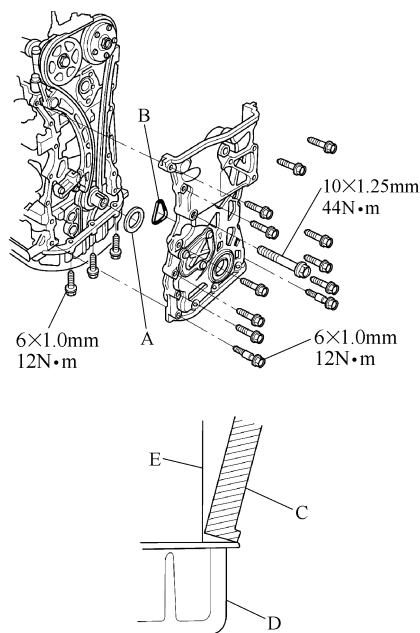

图 2-47 安装链条箱盖
18) 安装隔圈(A), 然后将新的 O 形圈(B) 安装到链条箱上。将链条箱(C) 的边缘固定到油底壳(D) 的边缘上, 然后将链条箱安装到发动机气缸体(E)。清除油底壳和链条箱接合部位多余的密封胶, 如图 2-47 所示。